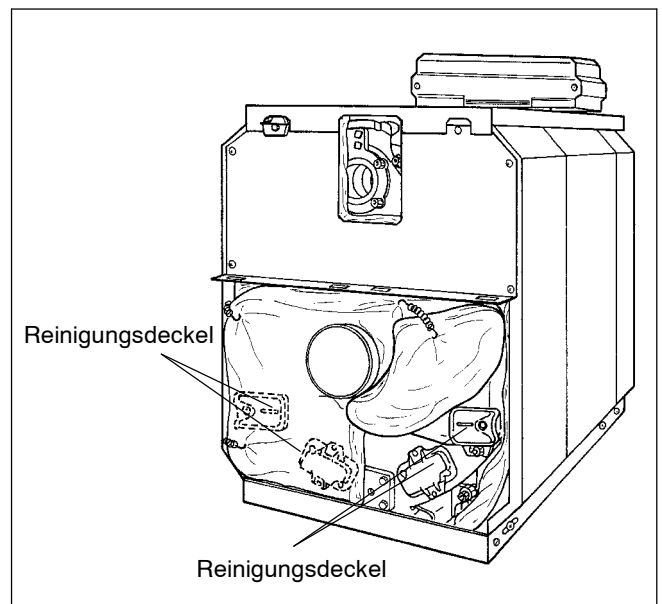

Abb. 55
- Spannfeder unterhalb des Abgasstutzens lösen und die beiden Lappen des Isolielementes entsprechend Abb. 55 nach oben klappen und mit der Spannfeder einhängen.
- Die Reinigungsdeckel am Hinterglied und Abgas-sammler entfernen (Abb. 55).